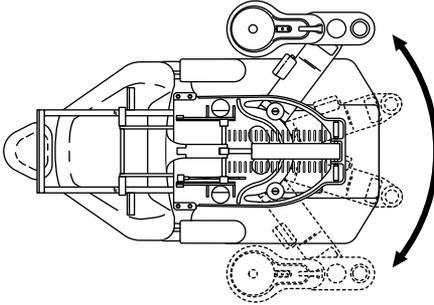

Figure 13. Faire pivoter l'unité et l'adaptateur
5. Faire pivoter l'unité et l'adaptateur vers le côté opposé du fauteuil, jusqu'à la butée (voir Figure 13).